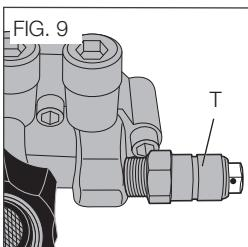

FIG. 9
• NO detenga la pulverización de agua durante más de dos minutos por vez. La bomba opera en modo de derivación cuando no se presiona el disparador de la pistola pulverizadora. Cuando la temperatura del interior de la bomba se eleva demasiado, la válvula de descompresión térmica (T, Fig. 9) se abrirá y liberará un chorro de agua, en un esfuerzo por disminuir la temperatura interior de la bomba. Después, la válvula se cerrará. Si la bomba queda en modo de derivación durante más de dos minutos, sus componentes internos podrían dañarse.